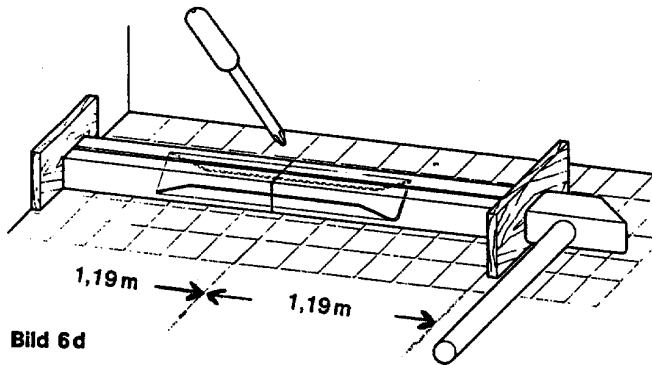

Bild 6d
5.2.d) Schraubendreher entfernen und Gleitschienen ganz aneinander stoßen (Bild 6d).